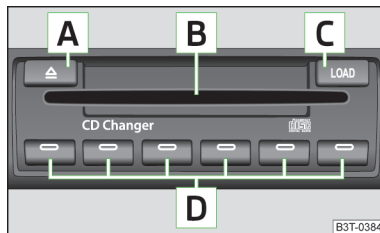

Fig. 132
➤ Donnez une impulsion sur la touche **C** » fig. 132 et introduisez le CD (Compact Disc) dans la fente d'introduction des CD **B**.
➤ Maintenez la touche **C** » fig. 132 enfoncée pendant plus de 2 secondes et introduisez tous les CD les uns après les autres (maximum 6 CD) dans la fente d'introduction des CD **B**.
➤ Donnez une impulsion sur la touche **C** » fig. 132.
➤ Donnez une impulsion sur la touche **A** » fig. 132 pour éjecter un CD.
➤ Maintenez la touche **A** » fig. 132 enfoncée pendant plus de 2 secondes pour éjecter les CD.
- Insérer un CD, face gravée vers le haut, dans le lecteur de CD **B** » fig. 132, jusqu'à l'avalement automatique. La lecture démarre automatiquement.